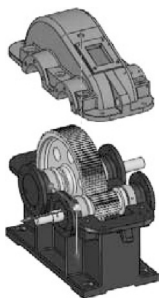

图 5-65 移动机盖
STEP 4 打开本文提供的减速器的素材文件“总装配体.sldasm”，单击“爆炸视图”按钮，选择“机盖”竖直向上拖动一定的距离，如图 5-65 所示。